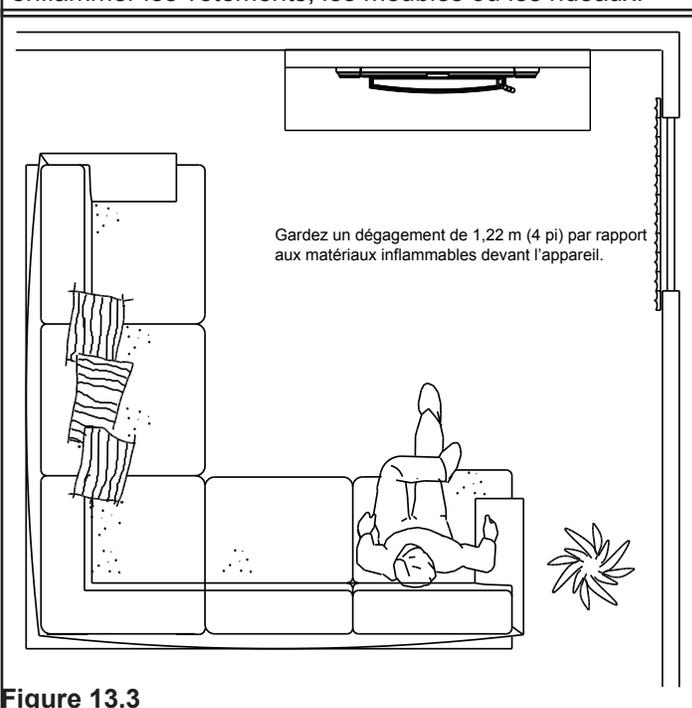

Figure 13.3
- Ne placez AUCUN objet inflammable à moins de 1,2 m (4 pi) devant l'appareil. Voir la **Figure 13.3.**